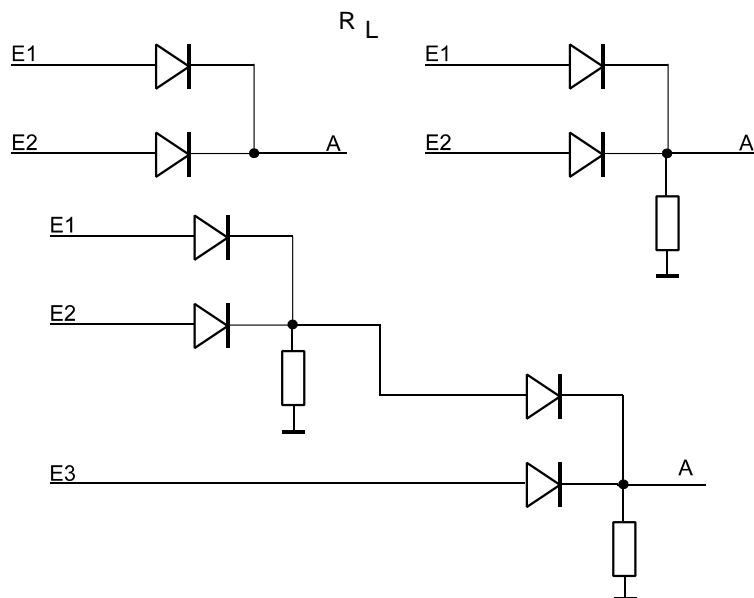

Abb. 3.3 ODER-Verknüpfung. Oben einzelne Gatter, unten zwei Gatter hintereinander
- Begrenzer (Abb. 3.3 und 3.4) sollen verhindern, daß bestimmte Pegel überschritten werden.
Strombegrenzung durch Serienwiderstand (wie in den Abb. 3.3 und 3.4 gezeigt) ist nicht immer möglich (Flankenverschleifung). Viele Begrenzerschaltungen sind nur geeignet, kurzzeitige Spitzen (z. B. Überschwinger) abzuleiten. Liegt die Überspannung länger an, sind andere Maßnahmen erforderlich (z. B. Auftrennen des Stromkreises).